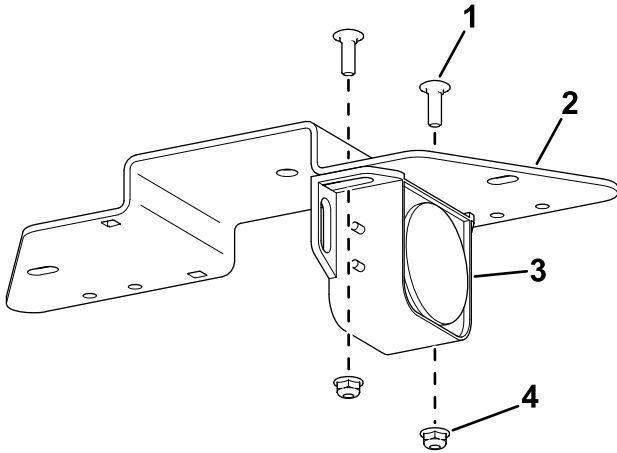

Figura 1
- Utilice 2 pernos de cuello cuadrado (1/4" x 3/4") y 2 tuercas con arandela prensada (1/4") para sujetar la alarma al soporte de montaje (Figura 1).